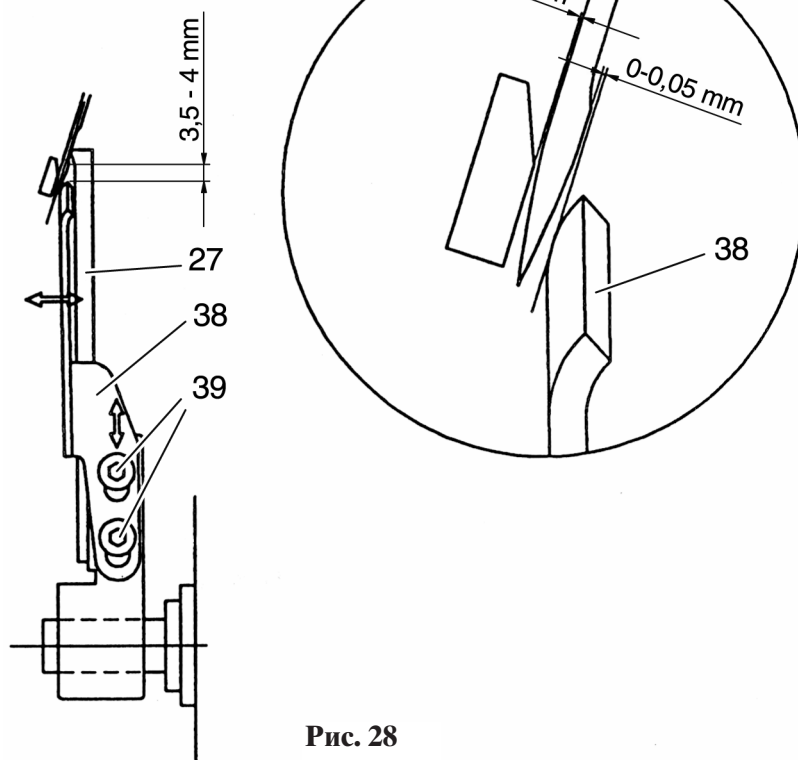

Рис. 28
В тот момент, когда носик левого оверлочного петлителя 27 при движении вправо установится точно за осевой линией иглы „R” или соответственно „L”, зазор между иглами и игольным предохранителем 38 должен составлять 0 - 0,05 мм (рис. 28).
- Сместите задний игольный предохранитель 38 таким образом, чтобы отрегулировать зазор в соответствии с рис. 28.